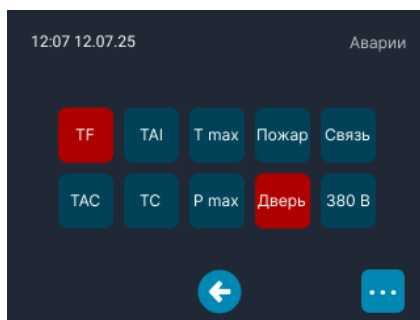

Рис. 10 – Экран «Аварии»
6.4.2 На экране «Аварии» (рис. 10) отображаются возможные аварийные события (см. таблицу 3).